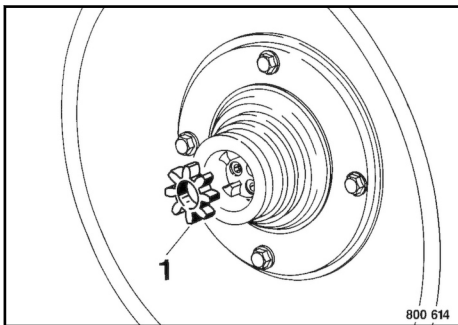

Fig. 226
7. Remove coupling element 1 ↪ Fig. 226.